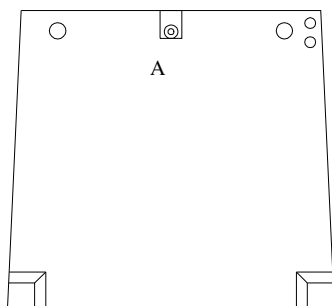
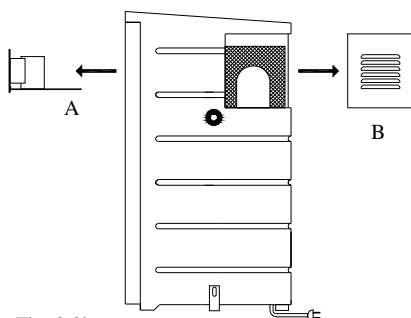

Fig. 2.3a
Fig. 2.3b
Aan de onderzijde van de behuizing bevindt zich een condens afvoer fitting (zie fig. 2.3a). In deze fitting is een 8 mm(uitwendige maat) slang te drukken om het condenswater af te voeren.
- Verwijder de beschermkap (B in fig.2.3b) van de koelingschacht door de 4 bouten waarmee deze bevestigd is los te draaien. Trek eventueel de voedingskabels van de ventilator los die op de beschermkap gemonteerd zitten. Draai de 2 gripmoeren los van de elektra frontplaat (A in fig.2.3b). Trek de connectors los om deze frontplaat los van de behuizing te krijgen. Zie fig. 2.3a